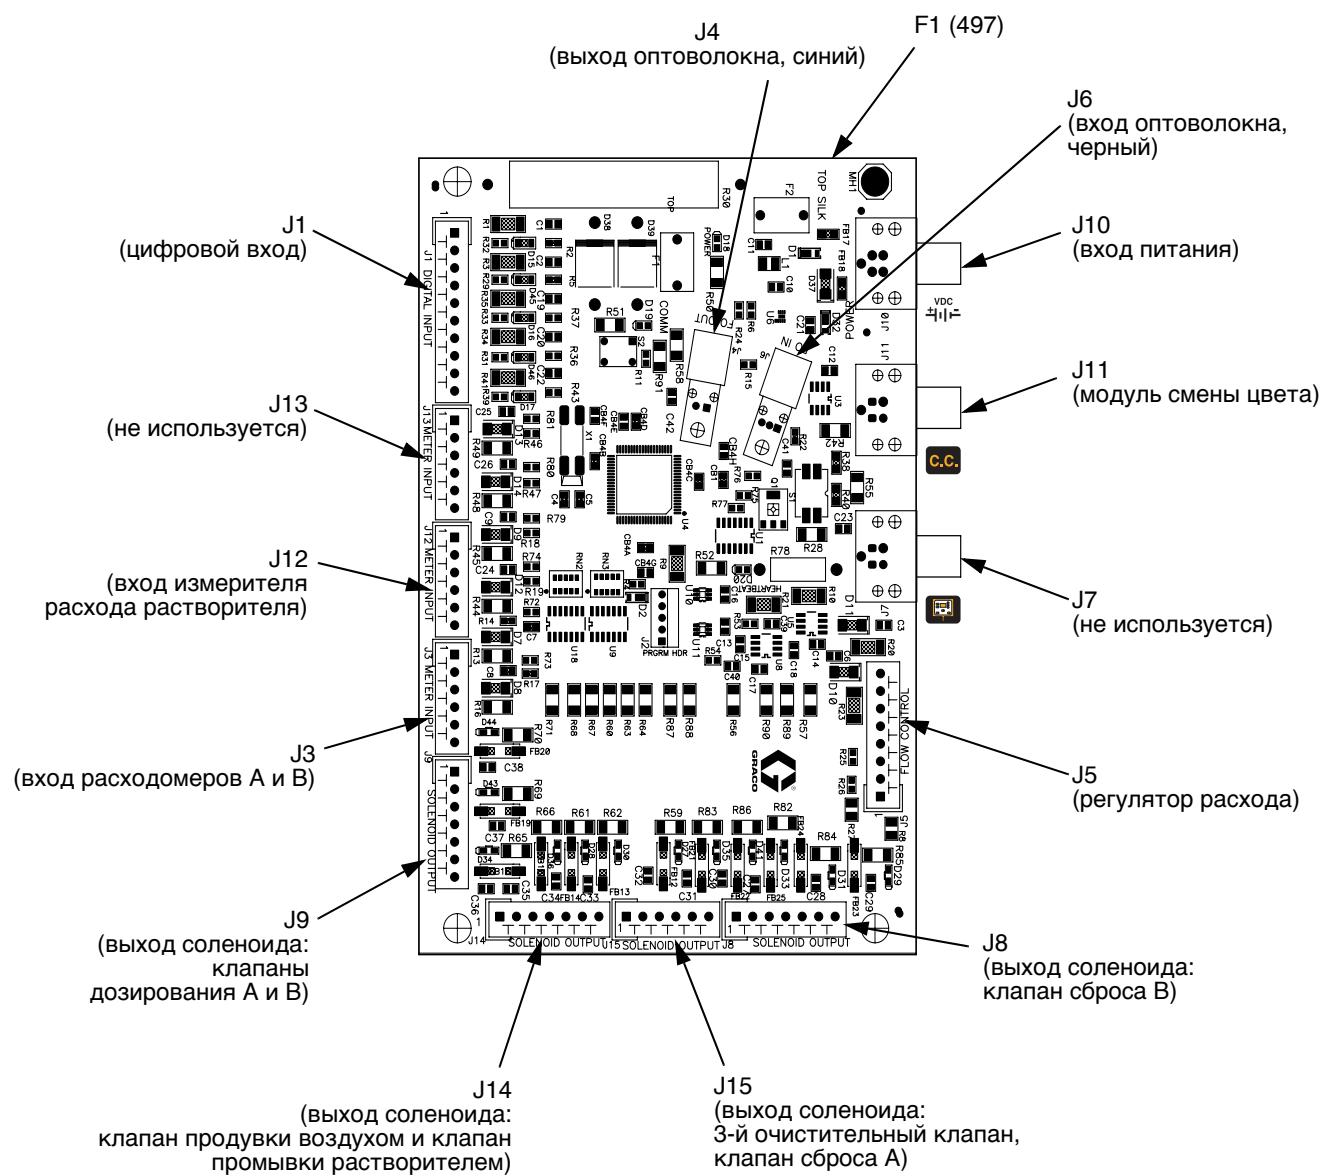
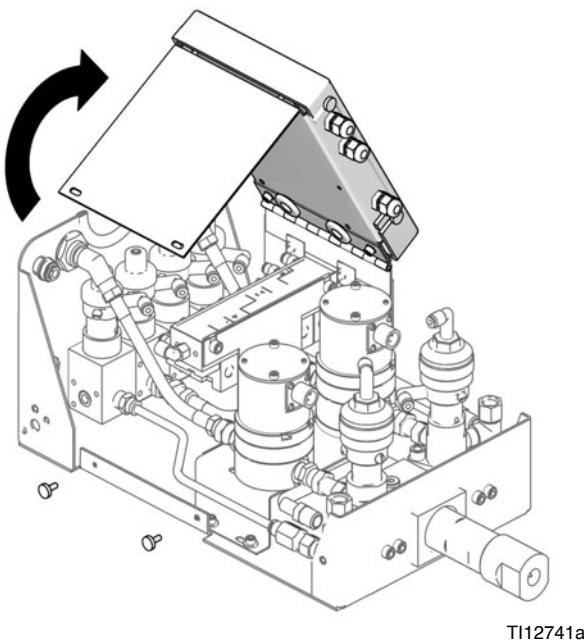

Рис. 29. Плата управления жидкостной станцией 255765
Рис. 30. Получение доступа к соленоидам и расходомерам
3. Отсоедините оптоволоконные провода (J4, J6) и все кабели (J1, J3, J5, J7, J8, J9, J12, J13, J14, J15) от платы управления (426). Рис. 29.
5. Установите новую плату управления (426) с помощью 4 винтов (428).
6. Подсоедините кабели к плате управления (426). Рис. 29. Вставьте соединители оптоволоконного кабеля (J4, J6) в разъемы платы (E). Следите за соответствие цвета (синий с синим, черный с черным) и затяните рукой соединители (E). Не защемляйте и не перекручивайте оптоволоконные кабели. Радиус изгиба кабелей должен быть не менее 2 дюймов (51 мм).
- Отсоедините 2 провода соленоида от платы управления (426). См. Рис. 29 и раздел **Электросхема системы** на стр. 33. Сдвиньте плату управления вверх и отложите его в сторону. Рис. 30.